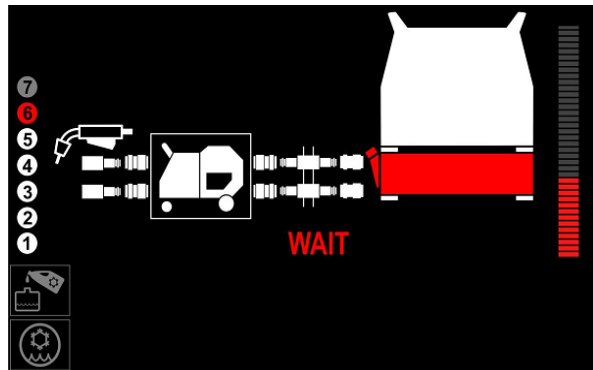

Bild 19
- Vänta tills kylvätskan cirkulerat genom hela kylsystemet - (bild 19 eller 27).